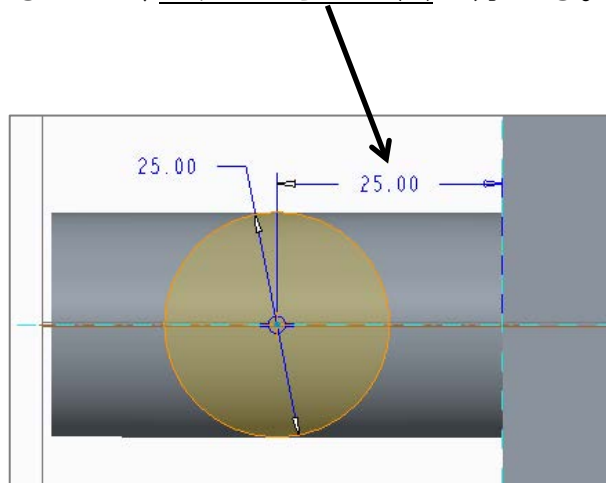

Fig.18 直径25の円
14. Fig.18のように参照指定したエッジから25の位置に直径25の円を描く。